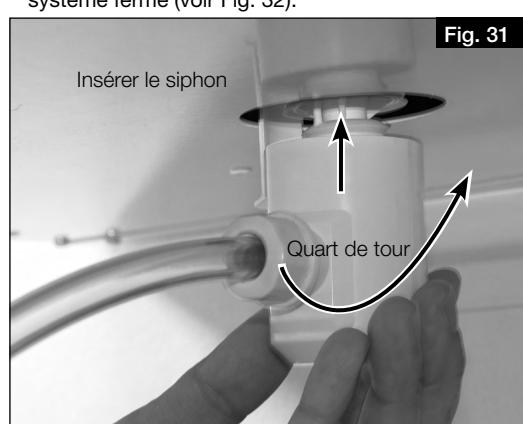

Fig. 31
5. Insérer le siphon en lui donnant un quart de tour pour l'enclencher dans la pièce de fixation (voir Fig. 31). Bien s'assurer que la boule flotte librement dans le siphon !